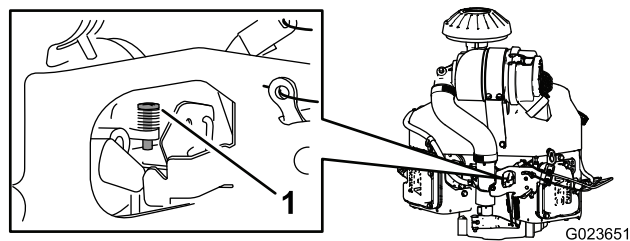

Figura 68
4. Ajuste el tornillo de tope del carburador (Figura 68) hasta que la velocidad de ralentí sea de 1350 a 1550 rpm.